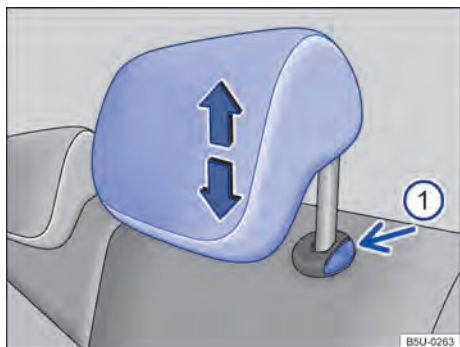

Fig. 61 Apoyacabezas trasero: ajustar.
- Empujar el apoyacabezas hacia arriba en el sentido de la flecha → fig. 61 (A) o con la tecla → fig. 61 (B) presionada, empujar hacia abajo → ⚠️ en *Introducción al tema* de la pág. 69.